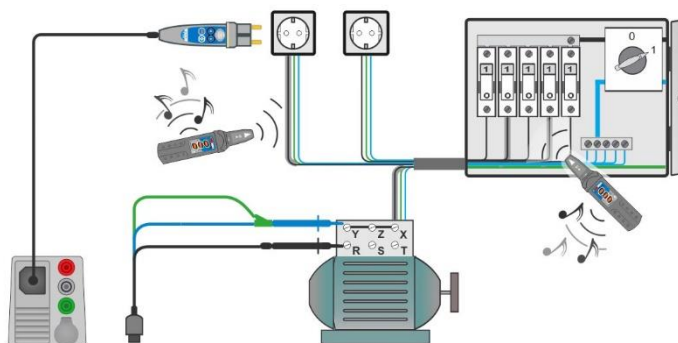

Abbildung 7.119: Aufspüren von Leitungen in Wänden und in Schränken
- › Schließen Sie die 3-Draht Prüfleitung oder den Commander Prüfstecker an den Prüfpunkten an, siehe **Abbildung 7.119** und **Abbildung 7.120**.